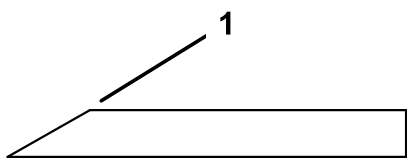

Figura 38
1. Utilize uma lima para afiar a extremidade de corte em ambas as extremidades da lâmina (Figura 38).